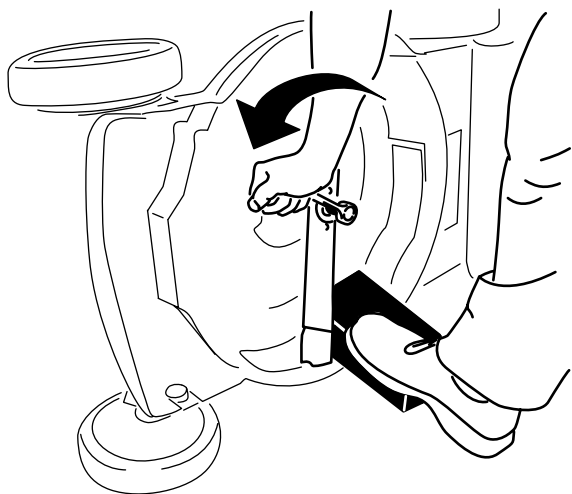

Figura 26
3. Folosiți o bucată de lemn pentru a menține lama stabilă (Figura 26).
4. Îndepărtați lama, păstrând toate elementele de montare (Figura 26).